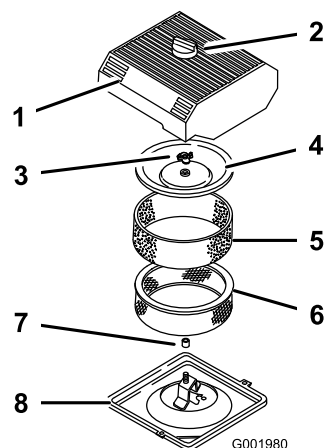

Figure 24
3. Nettoyez la surface autour du filtre à air pour éviter que des impuretés n'endommagent le moteur en tombant à l'intérieur (Figure 24).
4. Desserrez le bouton sur le couvercle du filtre à air et déposez le couvercle (Figure 24).
5. Sortez délicatement l'élément en mousse de l'élément en papier (Figure 24).
6. Dévissez l'écrou du couvercle et enlevez le couvercle et l'élément en papier (Figure 24).
1. Glissez délicatement l'élément en mousse sur l'élément en papier (Figure 24).
3. Vissez l'écrou à la main contre le couvercle (Figure 24).
4. Remettez en place le couvercle du filtre à air et le bouton (Figure 24).